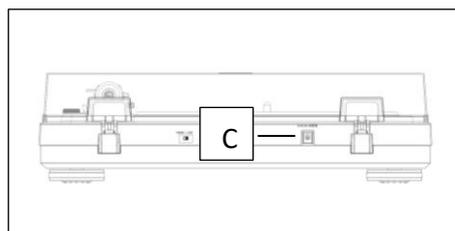

Abb. 5
1. Steckeradapter am Steckernetzteil aufsetzen und in Pfeilrichtung verriegeln (A).
2. Sicherstellen, dass der Steckeradapter korrekt verriegelt ist (B).
3. Das Kabel des Steckernetzteils mit der Buchse DC IN (C) am Gerat verbinden und dann das Steckernetzteil in die Steckdose stecken. (Abb.5)